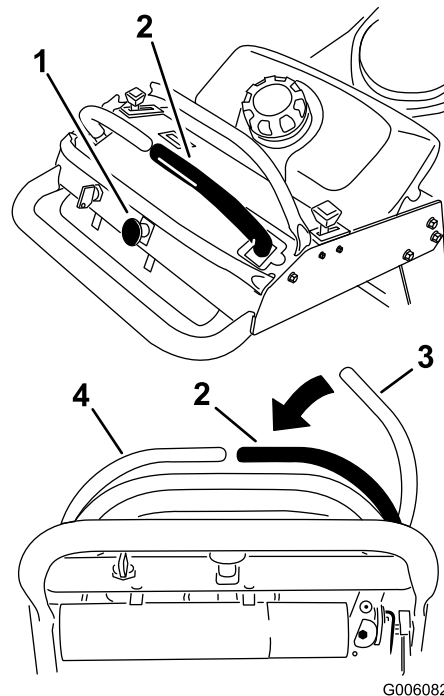

Figura 7
1. Per innestare le lame del tosaerba, spostate la leva destra di controllo del movimento in posizione centrale di sblocco (Figura 7).